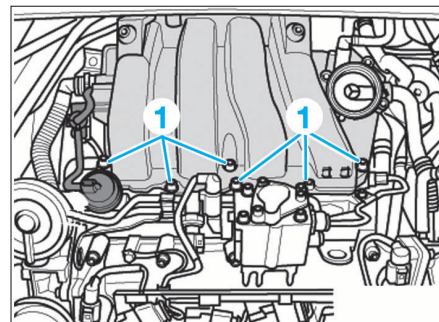

FIG. 54
- Déposer les vis de fixation (1) du collecteur supérieur d'admission et le déposer (Fig.54).